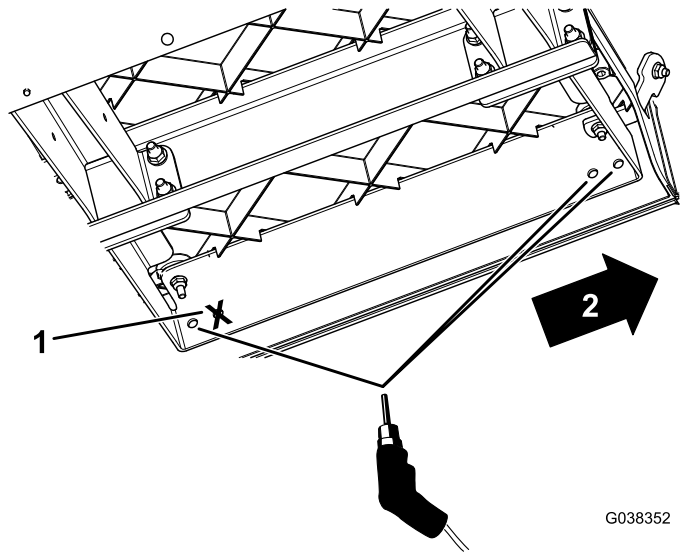

Figura 6
- Utilizzando i nuovi supporti del pianale come guida, praticate 3 fori (diametro di 9,5 mm) in ciascun pianale (Figura 6).
Importante: Praticate solo i 2 fori anteriori sui nuovi supporti del pianale e il foro posteriore più lontano, come illustrato nella Figura 6.